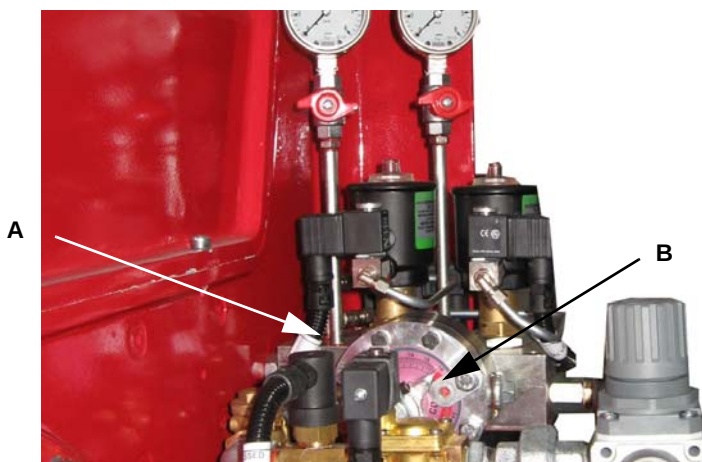

Fig. 35
- togliere il coperchio inferiore svitando le viti di fissaggio (2);
- smontare l'organo filtrante (1), pulirlo con acqua e sapone, soffiare con aria compressa o sostituirlo se necessario;
- rimontarlo nella posizione iniziale controllando che sia sistemato tra le apposite guide (come in Fig. 35);
- riassemblare il fondello (3) assicurandosi che il perno centrale (4) sia centrato nella guida del fondello (3).